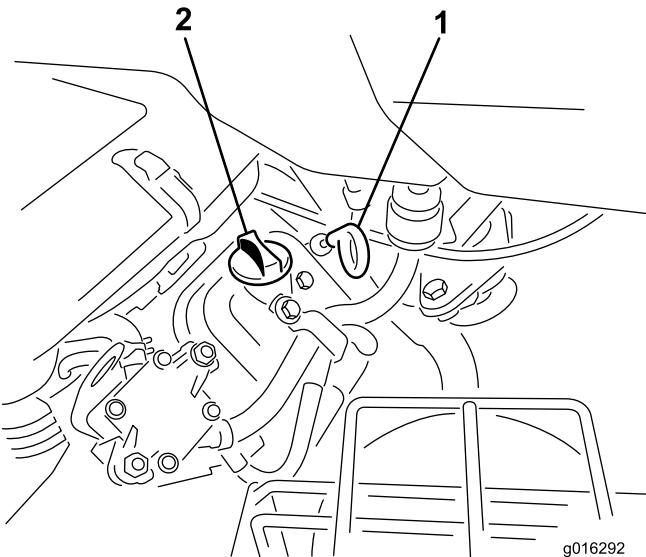

Figura 27
2. Svitate l'asta di livello e asciugatela con un panno pulito. Avvitate l'asta di livello nel relativo tubo e assicuratevi che sia fissata saldamente (Figura 27).